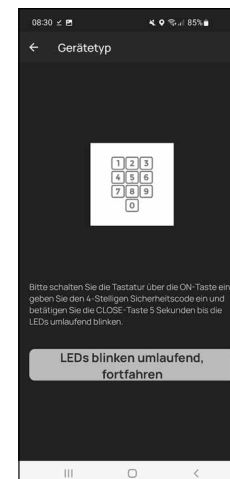

Fig. 5
⑤ Vous êtes prié de mettre le clavier en mode programmation (Fig. 5). Vous trouverez les instructions pour ce faire au chapitre « Mettre le clavier en mode programmation » en page 3. Dès que le clavier se trouve en mode programmation, ce qui est visible aux LED clignotant tout autour sur le clavier, appuyez dans l'application sur la touche « LED clignotant tout autour, continuer » (Fig. 5).
⑥ En cas d'association réussie, vous recevrez un message d'achèvement, que vous confirmerez par « OK ». Même chose pour le champ suivant « Terminé » permettant de clore la configuration.